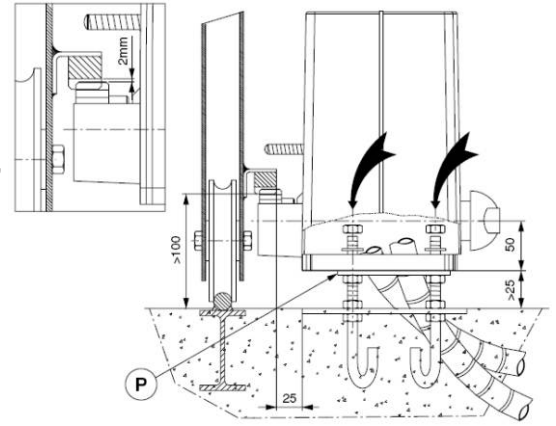
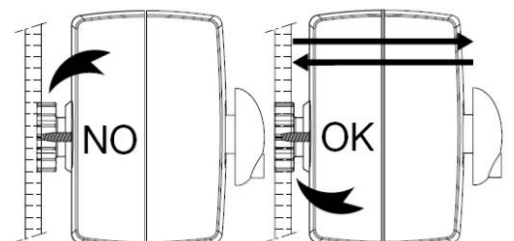

рис.14
рис.18
Подождите, пока бетон затвердеет, затем закрепите редуктор на пластине с помощью приложенных гаек и винтов как указано на рис.14:
- Установите две верхние пластины Р (рис. 14) и закрутите 4 блокировочных гайки моторредуктора.
- Если движение створки не прямолинейно, отцентрируйте крепежи линейки по отношению к звездочке вставками (рис. 18).
Отрегулируйте высоту моторредуктора так, чтобы образовался зазор приблизительно 2 мм между звездочкой и линейкой (рис. 14). Для этого отвинтите приблизительно по 2 мм четырех гаек М10 под моторредуктором и, затем зафиксируйте 4 верхних гайки. Убедитесь в параллельности и центровке звездочка- линейка (рис. 18).